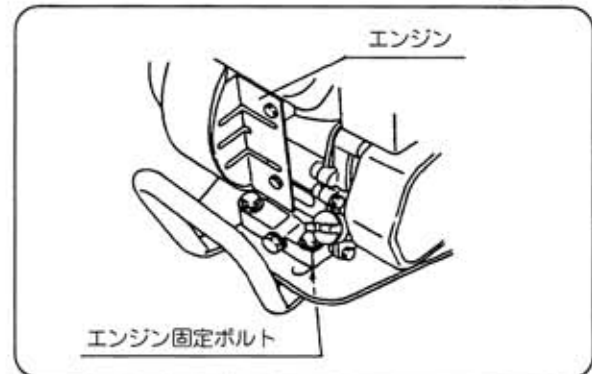

図33
- 3 調整ボルトにおいて調整不可の際はエンジン固定ボルト(4本)を緩め、エンジンを前方に移動させてベルトの張り具合を調整します。(図33)